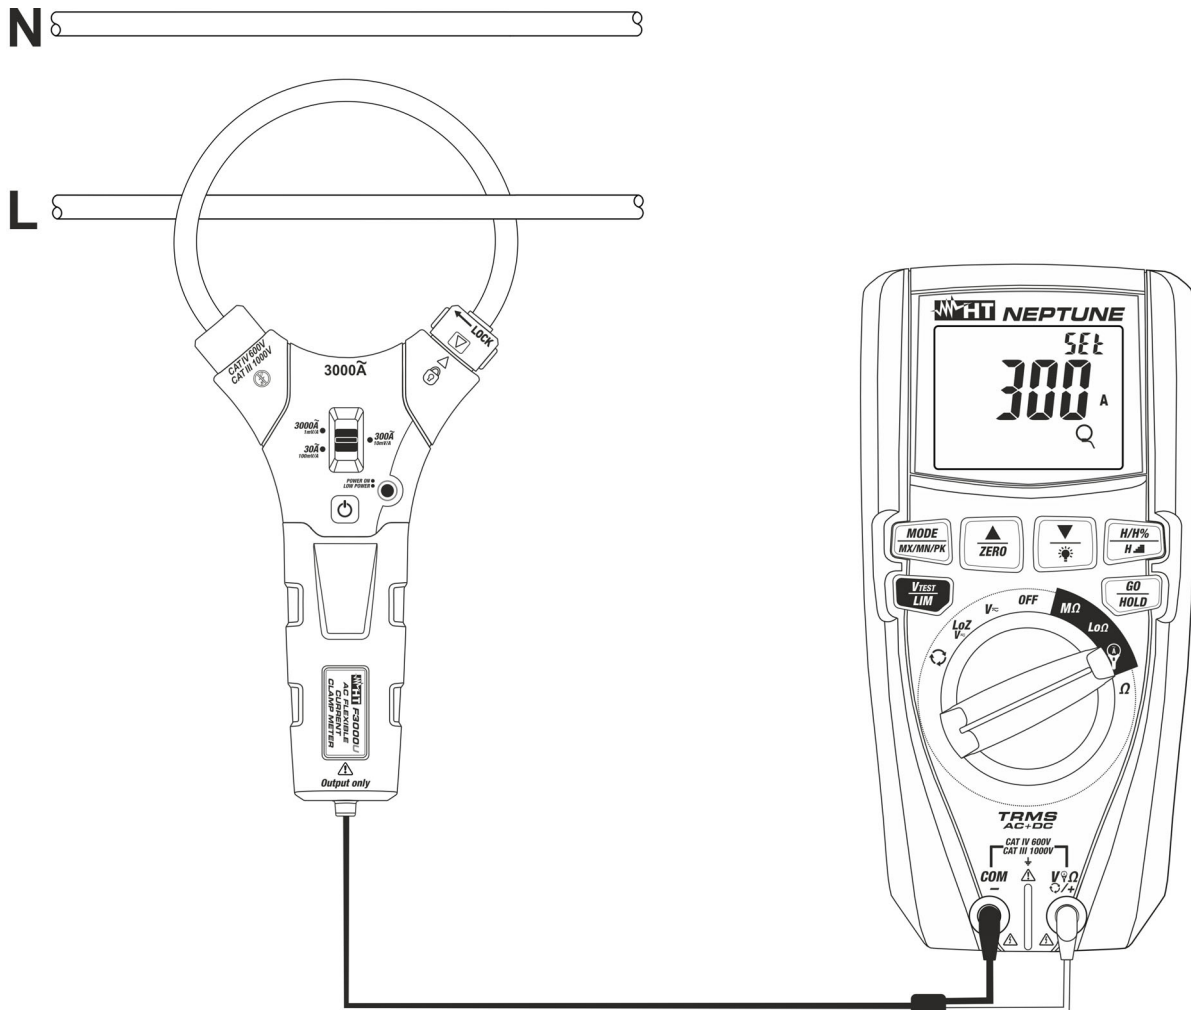
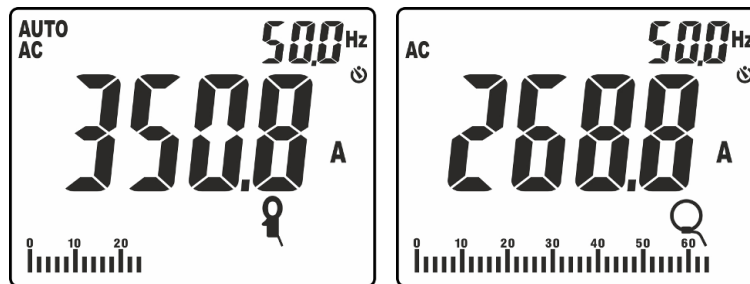

Fig. 36: Uso dello strumento per misura di corrente con trasduttori a pinza
Fig. 37: Risultato misura di corrente AC con pinza standard e flessibile
8. Inserire il cavo al centro del toroide (vedere Fig. 36). Il valore della corrente è mostrato nella Fig. 37